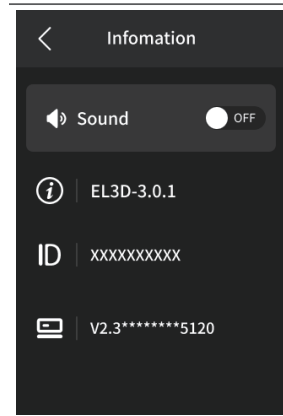
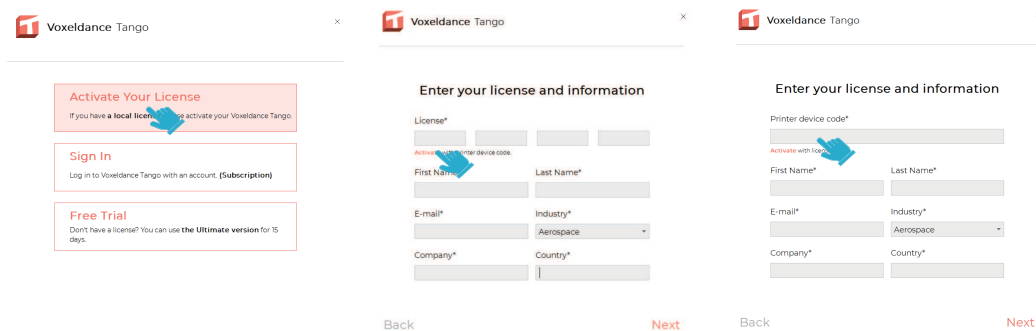

Figura 6: ID-ul imprimantei pe ecranul Information
Figura 7: Activarea Voxeldance Tango
1. După terminarea instalării, porniți programul și selectați **Activate your license** – **Activate with printer hardware code** (vezi figura 7). Pe imprimantă, atingeți **Settings** – **Information** pentru a vedea ID-ul imprimantei (vezi figura 6). Introduceți acest ID de 10 cifre în câmpul **Printer Hardware Code** al programului, completați celelalte date și finalizați activarea.